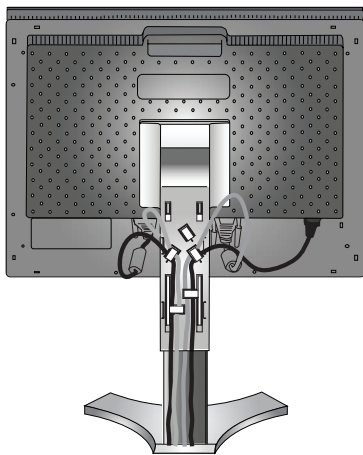

Rysunek C.1
3. Umieścić dłonie na bokach monitora i pochyli ekran ciekłokrystaliczny pod kątem 30 stopni, a następnie ustawić go w najwyższej pozycji (**Rysunek C.1**).
4. Podłączyć wszystkie przewody do odpowiednich złączy (**Rysunek C.1**).